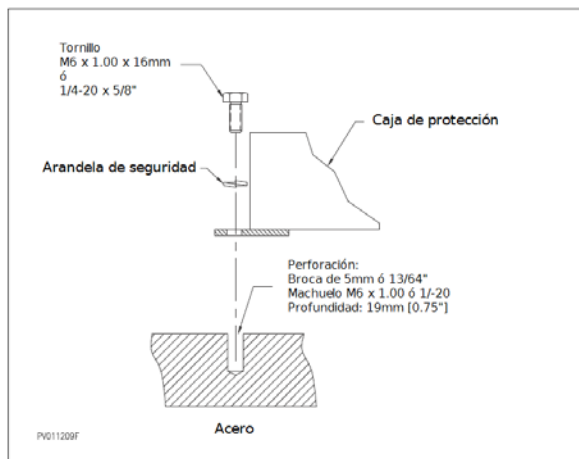

Figura 37: Fijación de la caja de protección sobre acero.
1. Perfore y haga rosca dentro de la estructura de acuerdo a la Figura 37: "Fijación de la caja de protección sobre acero".